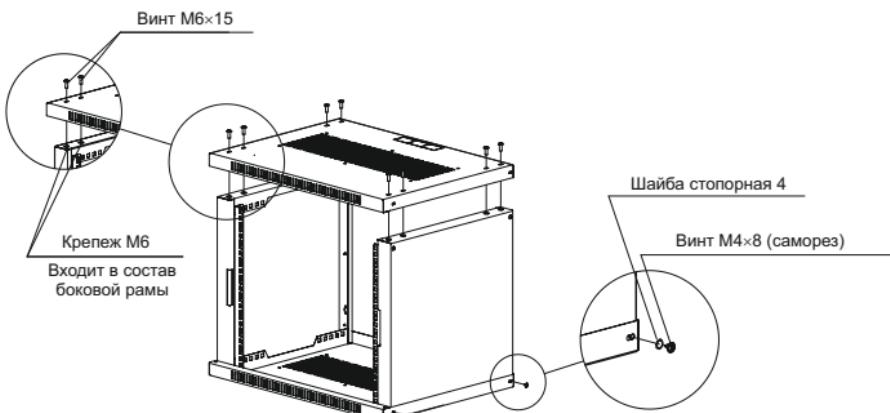

Рисунок 3
4.1.2 Скрепите боковые рамы с основаниями винтами M6×15 и винтами M4×8 с шайбами стопорными 4 (рисунок 3).